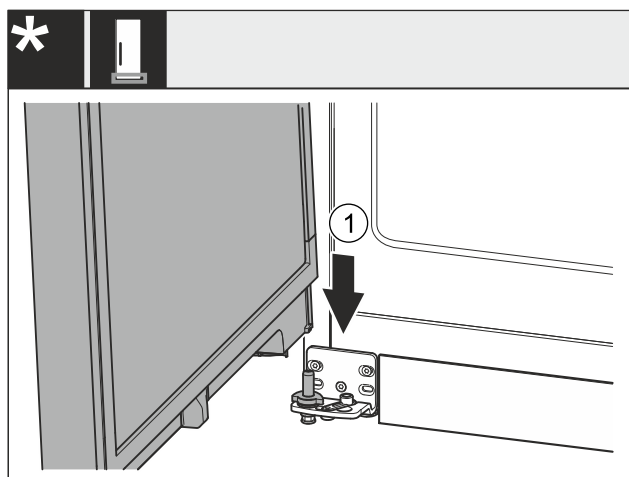

Fig. 44 *
- Așezați ușa de sus pe bolțul inferior de lagăr Fig. 44 (1)*